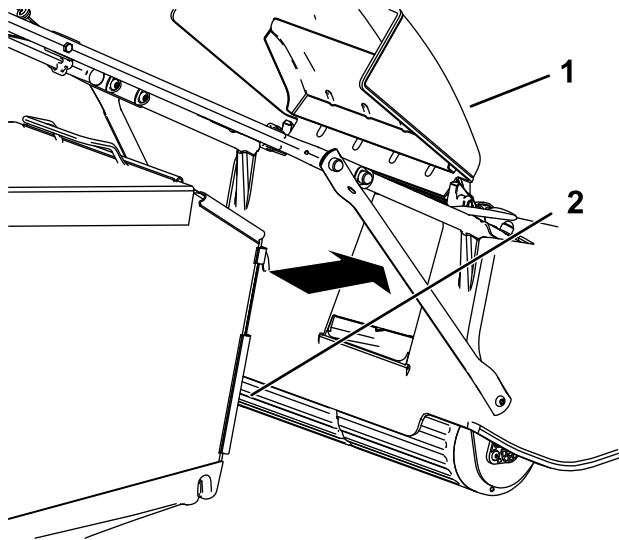

Bild 22
4. Bringen Sie den Fangkorb an (Bild 22).